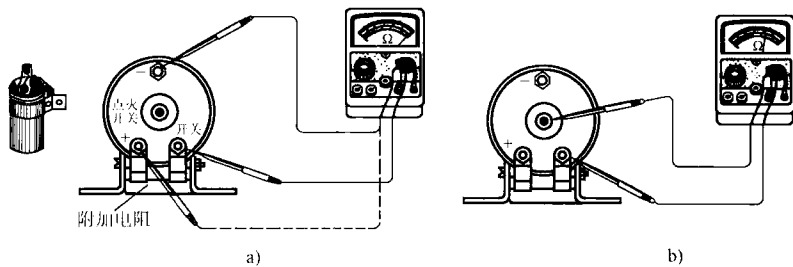

图 1-7 用万用表检查点火线圈的电阻
(3)电阻的测量:测量点火线圈初级绕组、次级绕组及附加电阻的电阻值。如图 1-7 所示,用万用表测量点火线圈初级绕组、次级绕组及附加电阻的电阻值。以东风 EQ1090 汽车装用的 DQ125 型点火线圈为例,三者的电阻值应分别为 1.8Ω 、 $5k\Omega$ 和 $1.4 \sim 1.5\Omega$ 。若相差较远,说明绕组有短路或断路故障,应予以更换。